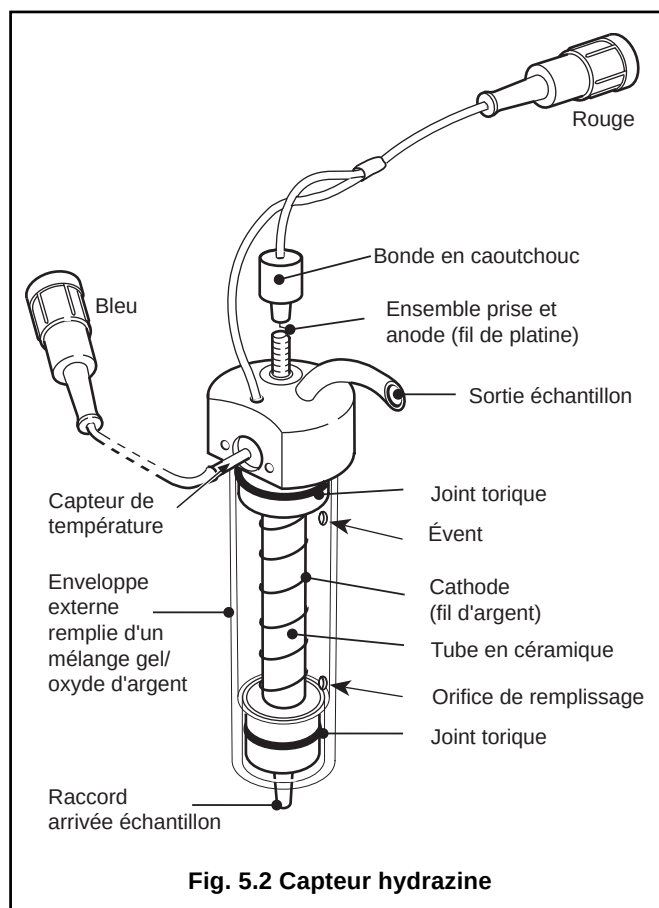

Fig. 5.2 Capteur hydrazine
5.4.3 Nettoyage de l'anode de platine et de la céramique de la sonde (Fig. 5.2).
Démontage de la sonde – Fig. 5.2
Remontage de la sonde – Fig. 5.2